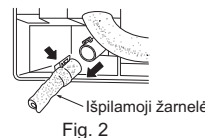

Fig. 2
- Vidinio įrenginio galinėje kairėje pusėje ištraukite išpilamąją žarnelę. (Fig. 2)